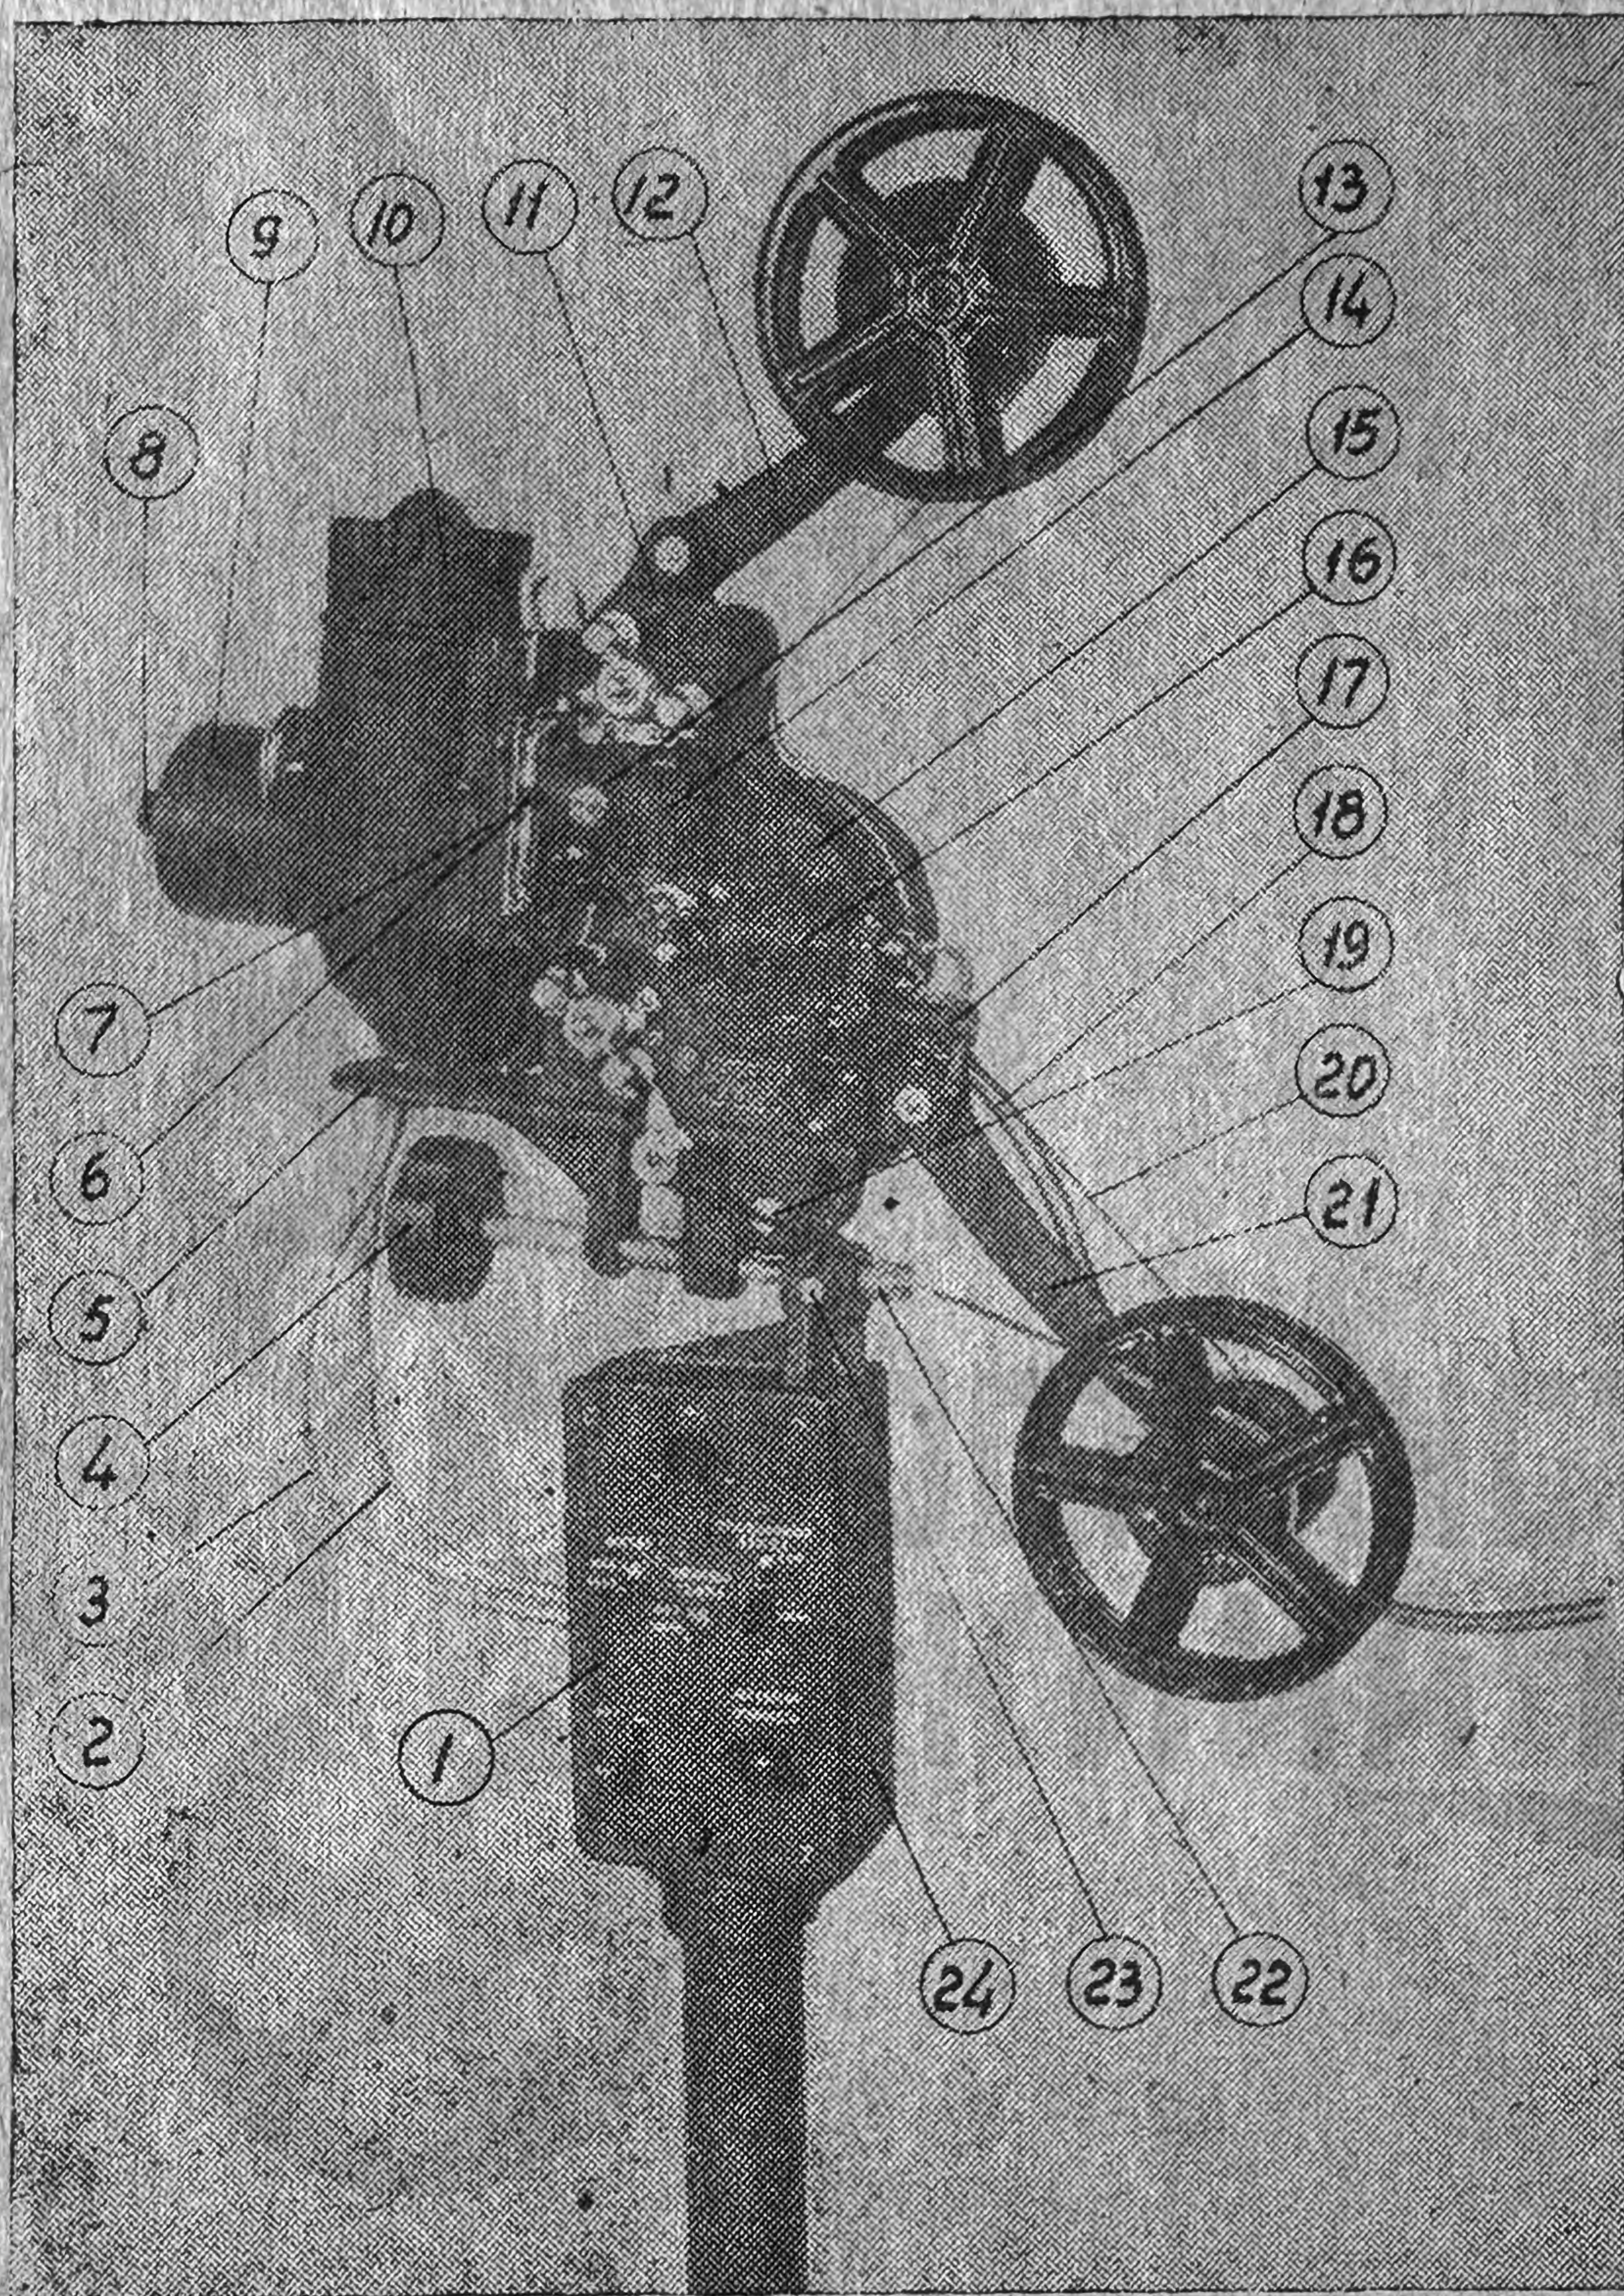
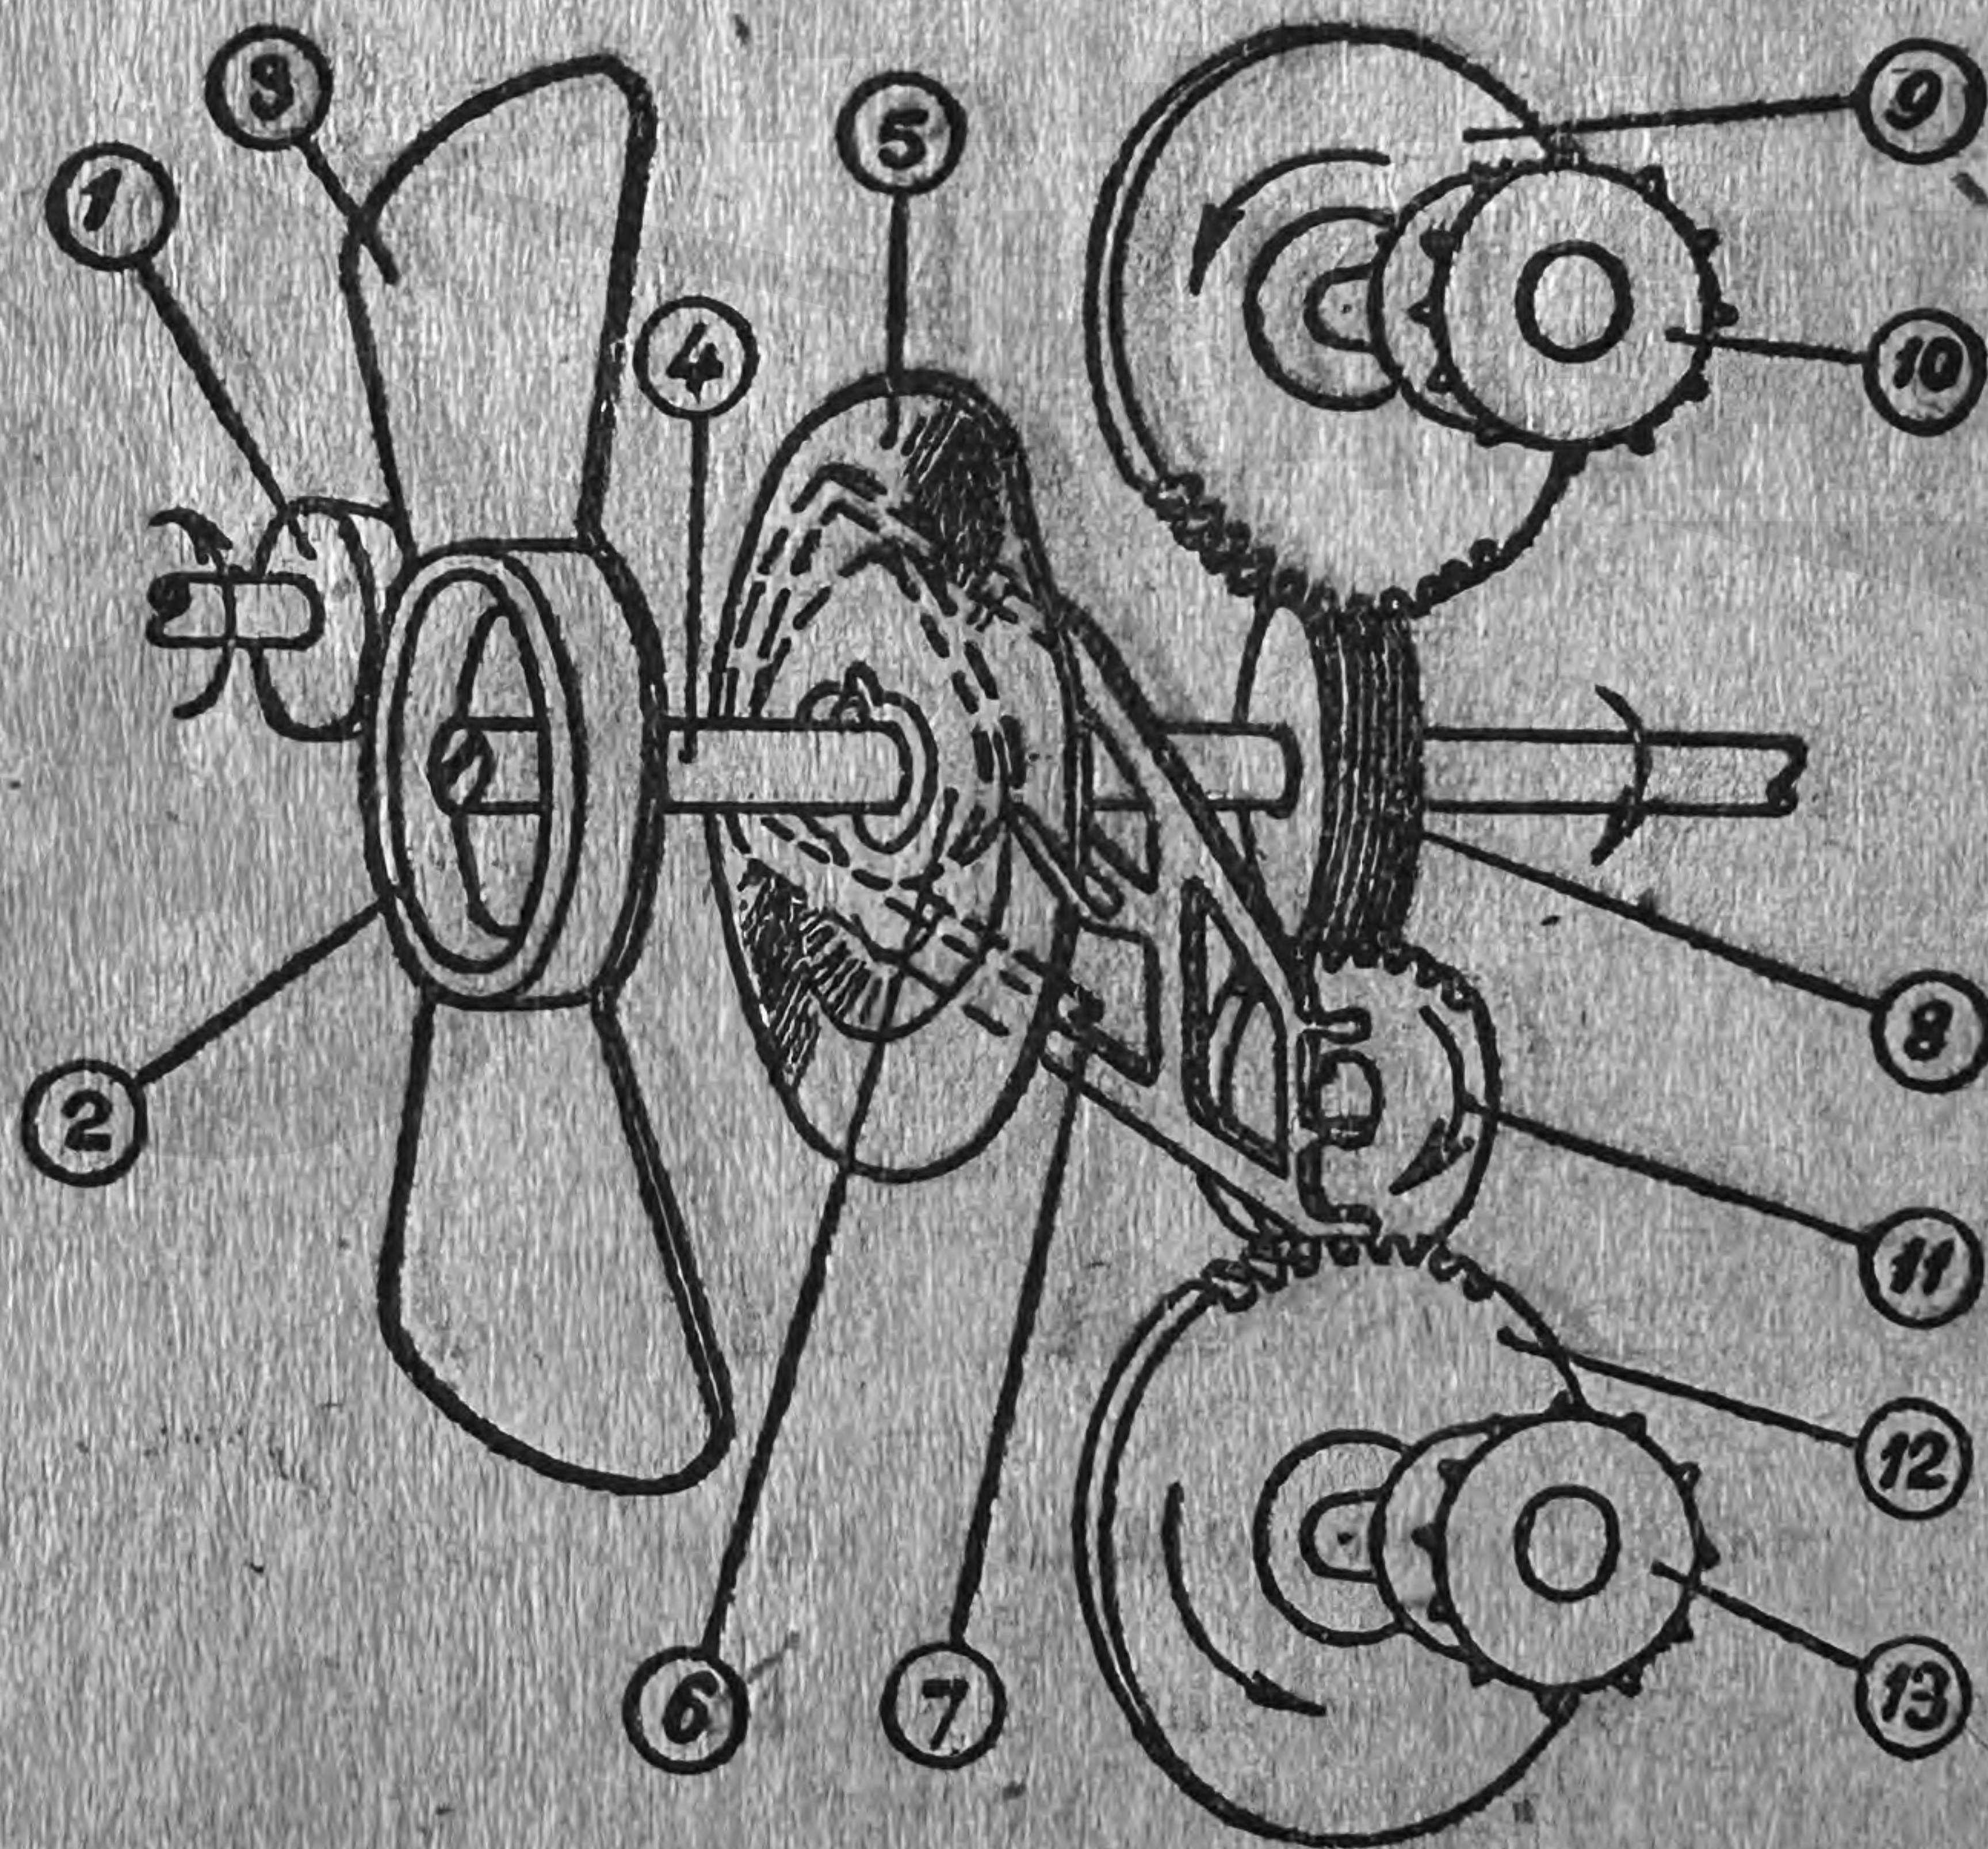

Рис. 1. Звуковой стационарный кинопроектор 16-3СП-5. Вид спереди.
Рис. 2. Звуковой кинопроектор 16-ЗСП-5. Кинематическая схема.
На рис. 1 показан общий вид кинопроектора 16-ЗСП-5. Кинематическая схема проектора показана на рис. 2.
На картере (рис. 1) установлены детали лентопротяжного тракта (зубчатые барабаны, ролики, फिल्मный канал, гладкий барабан), проекционный объектив и звукочитающее устройство, состоящее из револьверного держателя звукочитающих ламп и оптики для воспроизведения фонограммы.
Выключатели управляют (рис. 1):
После распаковки, проектор необходимо снять с деревянной колодки, к которой он прикреплен в упаковочном ящике. Установить проектор на колонну, прикрепив его к площадке (5) рис. 1 пятью винтами, которыми проектор укреплен на колодке при упаковке.
Установка проектора по экрану производится при работающем электромоторе и включенной проекционной лампе и производится по вертикали с помощью подъемного винта (22) рис. 1 поворотной площадки проектора. Такая установка проектора по экрану производится один раз при установке проектора и повторяется только в том случае,